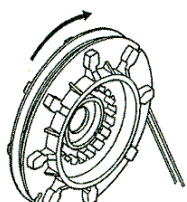

Fig. 2-4
4. Haken Sie den krummen U-Schluss der Nylonschnur in die Nute auf der Mittelverteilung der Spule ein. (Fig. 2-4)
5. Bewickeln Sie beide Hälften der Schnur auf der Spule in der selben Richtung, wobei jede Hälfte der Schnur auf ihrer eigenen Seite der Verteilung behaltet wird. Bewickeln Sie weiter die Nylonschnur auf der Verteilung. (Fig. 2-4)